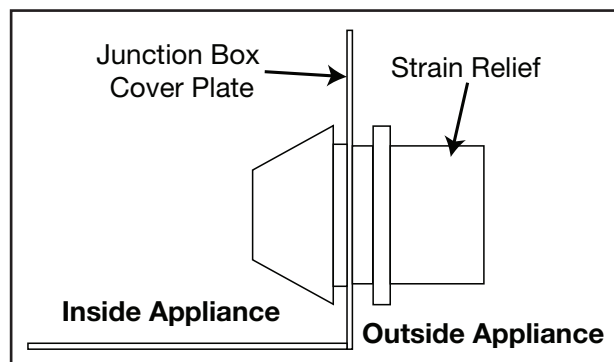

Fig. 5
3. Faites passer les fils de votre domicile à travers la plaque de couverture de la boîte de jonction à l'aide du passe-fil (fourni) et localisez les fils aux bornes spécifiées du bornier en fonction de la sélection de la tension souhaitée (**Fig. 5**).